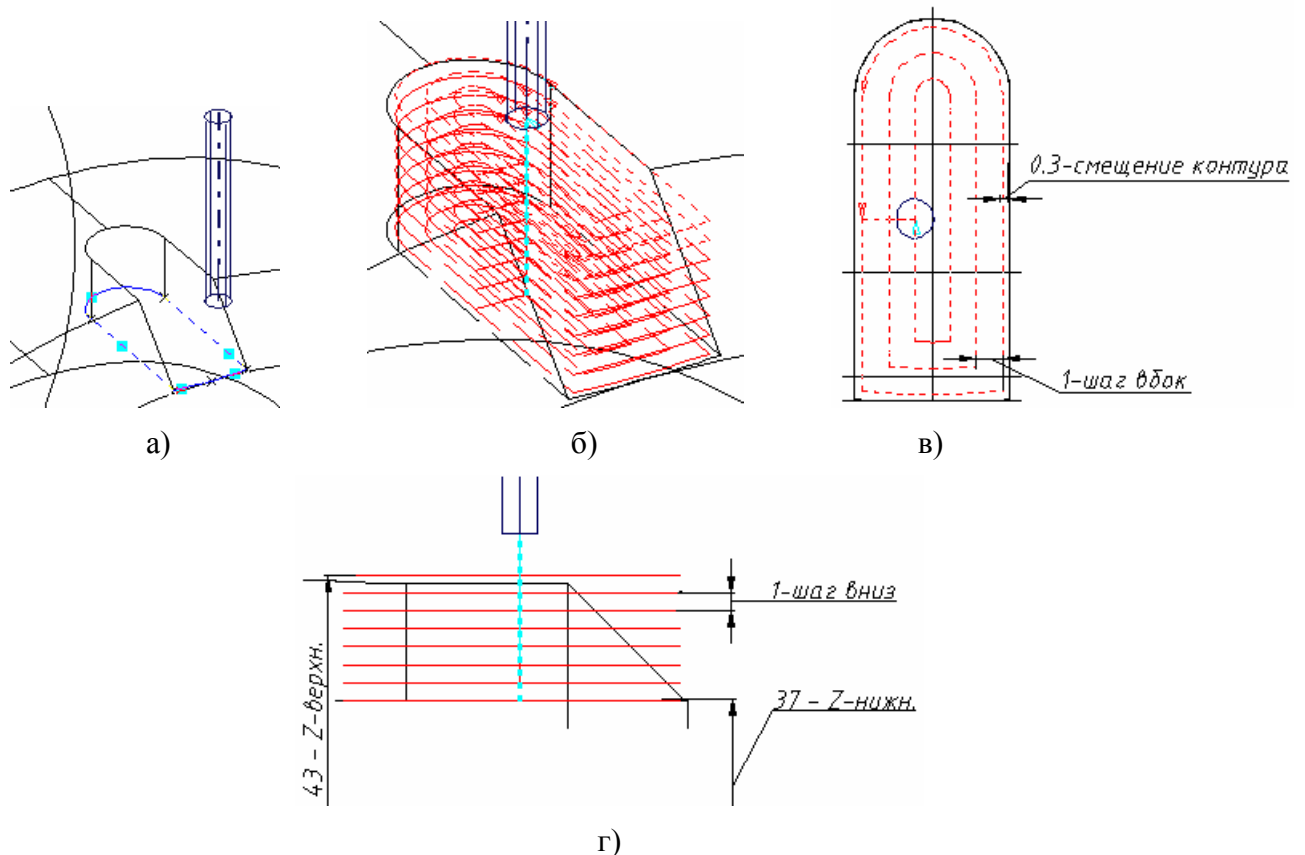

Рисунок 50 – Создание процедуры Колодец
- 2.5.6.2. Отмечаем кривые контура (рисунок 50а).
- 2.5.6.4. Создается процедура Колодец (рисунок 50б). Вид **TOP** (плоскость **XOY**) изображен на рисунке 50в. Вид **SIDE** (плоскость **ZOY**) изображен на рисунке 50г.